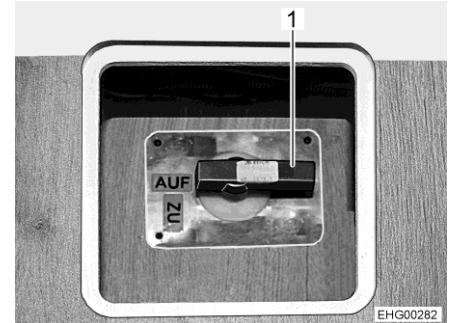

Fig. 107 Leva di comando del rubinetto di scolo delle acque grigie
- Aprire il rubinetto di scarico. A tale scopo, ruotare la leva di comando (Fig. 107,1) in posizione "AUF" (aperto).
- Richiudere il rubinetto di scarico. A tale scopo, ruotare la leva di comando (Fig. 107,1) in posizione "ZU" (chiuso).